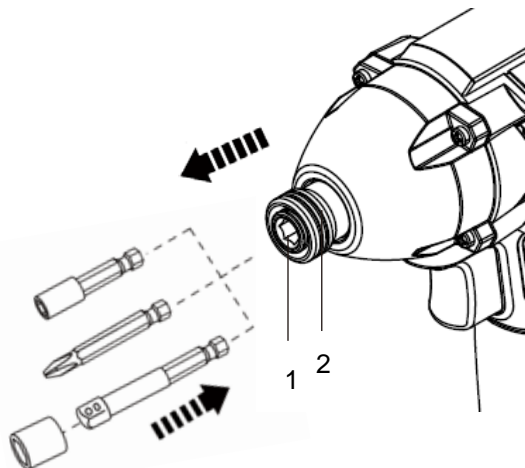

Fig. 1
- > Tirez le manchon (2) et insérez un embout de vissage approprié jusqu'à la butée dans le porte-outil (1). Relâchez le manchon (2) pour verrouiller l'embout (fig. 1).